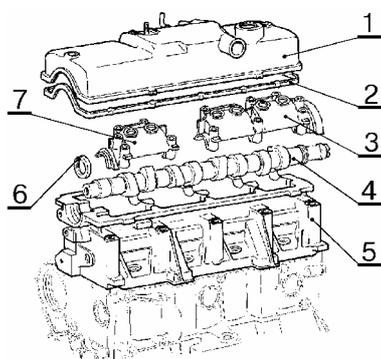

Рис.20.
- снять крышку 1, рис.20, головки цилиндров и прокладку 2 (головка сменная 10, вороток коловоротный или гайковерт типа ИП – 3111);